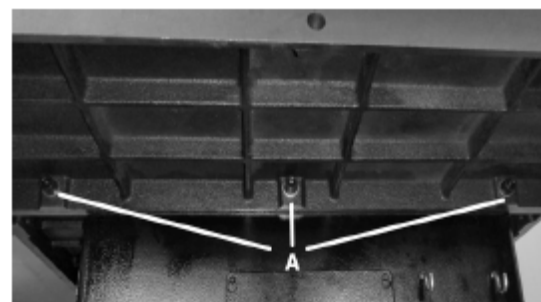

Рис. 5
1. Совместить три отверстия в одной удлинительной консоли с тремя отверстиями в боковой части стола. Установленная консоль показана на рис. 5.